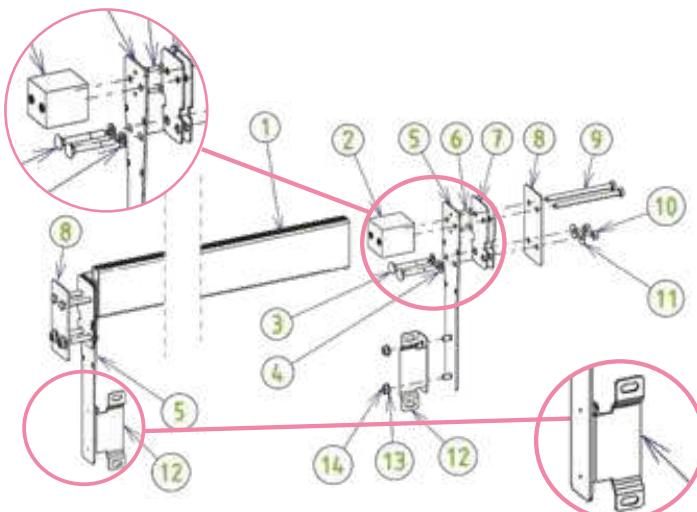

Figura 43 – Assemblaggio e montaggio della trave
Infine, fissare la parete divisoria sulle staffe (parte 12 della *Figura 43*) con quattro viti (7) a testa bombata 8×16 , quattro rondelle e quattro dadi di diametro 8 mm in acciaio inox A4.